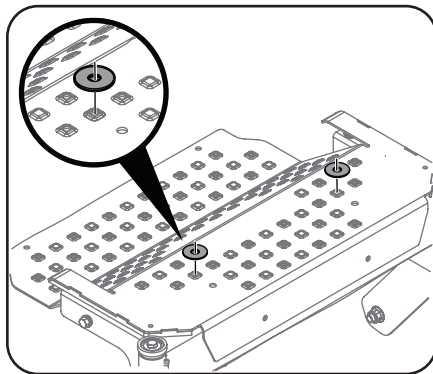

Figure 4-17
1. Placez 2 rondelles (936-0208) sur les trous de montage. Voir Figure 4-17.